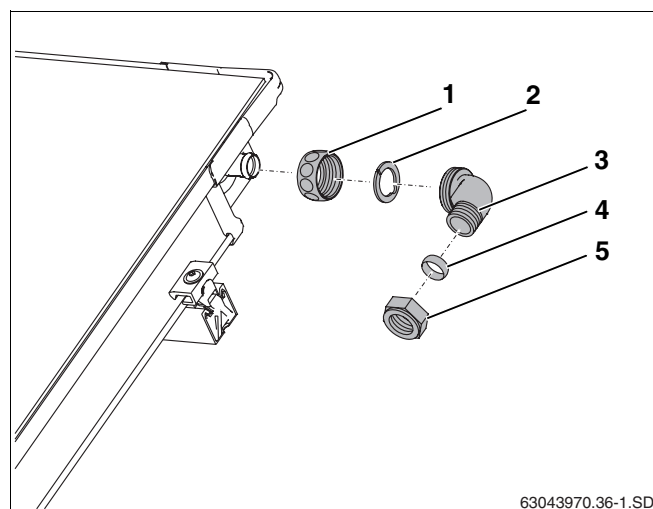

Fig. 57 Montar a tubagem de impulsão (sem dispositivo de purga no telhado)
- Empurrar a porca de capa (fig. 57, **item 1**) sobre a ligação do colector.
- Colocar a anilha de aperto (fig. 57, **item 2**) atrás do reforço da ligação do colector e apertar.
- Alinhar o cotovelo com a união roscada de anel de aperto (fig. 57, **item 3**) até à ligação, e apertar com porca de capa.